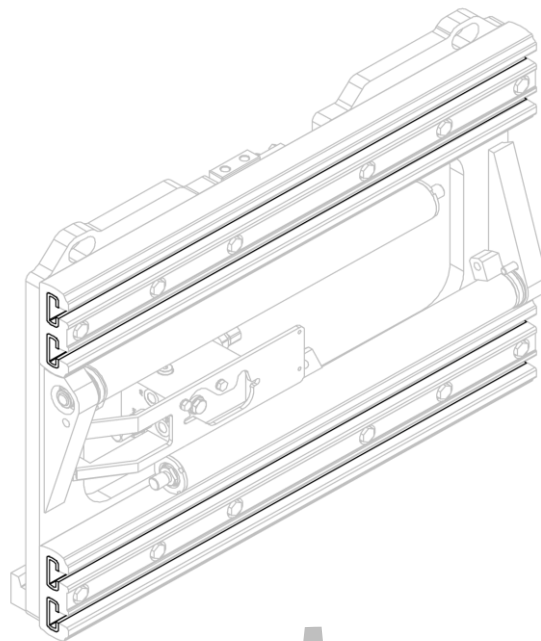
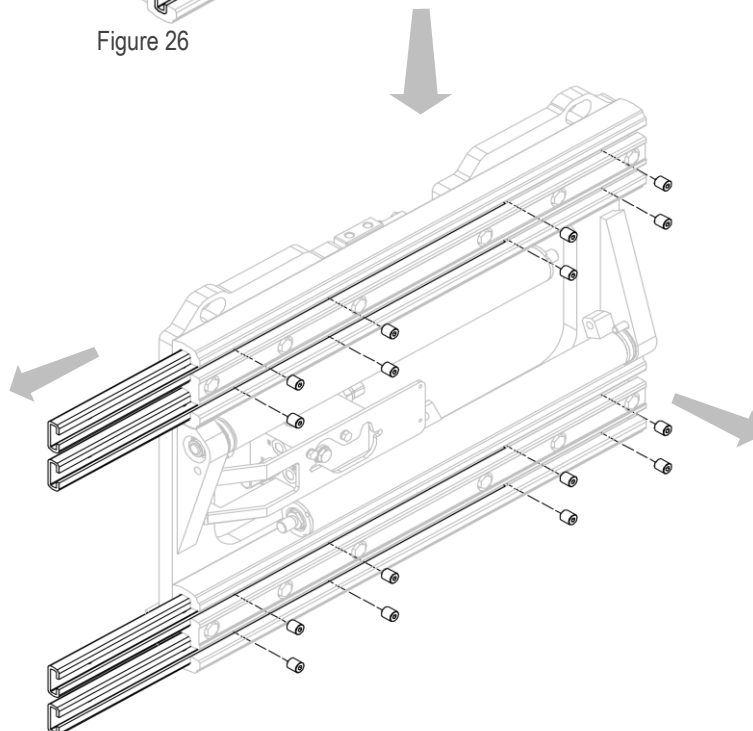

Figure 26
Figure 27
3. Retirer les bagues en nylon après avoir dévissé les goujons correspondants (voir *Figure 26* et *Figure 27*).